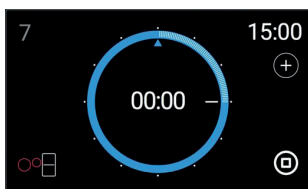

fig. 7
- 1 După selectarea unui timp de temporizare, apăsați pe pictograma  (fig. 7) care se va aprinde în albastru. La retragerea degetului se va afișa, din partea inferioară până sus, opțiunea „Adăugați Avertisment Sonor”. Puteți adăuga diverse avertismente sonore pe aceeași plită. „Avertismentul Sonor” rămâne înregistrat în interiorul inelului de timp, prin intermediul unui mic triunghi albastru. Avertismentele sonore pot fi modificate în orice moment.
- 2 Pentru a elimina un „Avertisment sonor”, deplasați triunghiul albastru (fig. 7), până la poziția 00:00 a inelului de timp.